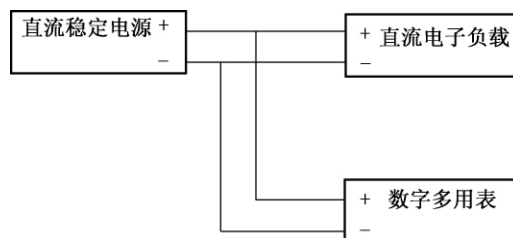

图 1 电压测量校准图
如图 1, 将直流稳定电源的正负输出端连接至直流电子负载的正负输入端, 被校电子负载处于非加载状态, 数字多用表作为标准表监视直流稳定电源输出的电压。
2.3 定电压 (CV) 模式电压校准
连接方法如图 1。将直流稳定电源设置为 CC 模式，输出设定为 0V。将数字多用表设置为“DCV”功能。将直流电子负载设置为定电压 (CV) 模式，选择并设定合适的电流量限及校准电压值。